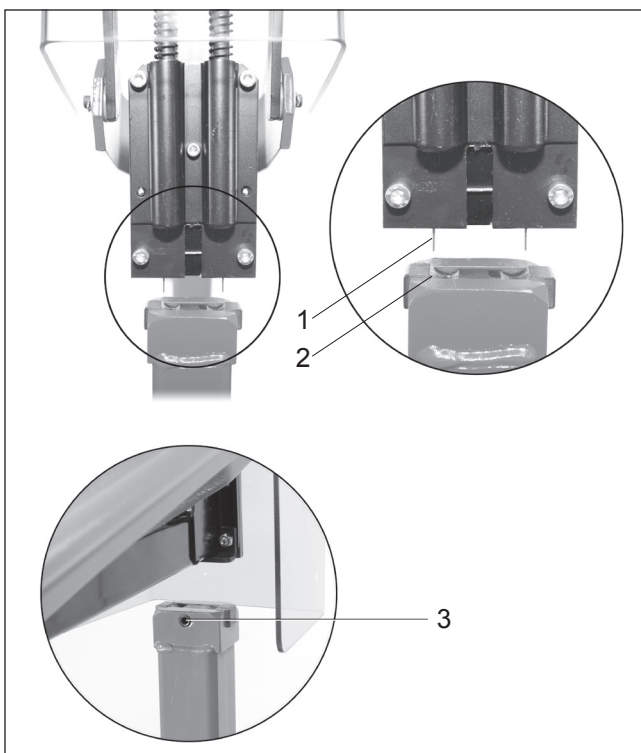

Fig. 14
- Von Hand eine Klammer (Fig. 14/1) nach unten drücken, bis die Klammerschenkel zusehen sind.
- Den Heftkopf von Hand nach unten drücken und kontrollieren ob die Klammer symmetrisch auf der Rillplatte (Fig. 14/2) auftrifft.
- Falls notwendig, die vordere Schraube (Fig. 14/3) lösen und die Rillplatte gegenüber der Klammer seitlich justieren. Danach vordere Schraube wieder festziehen.